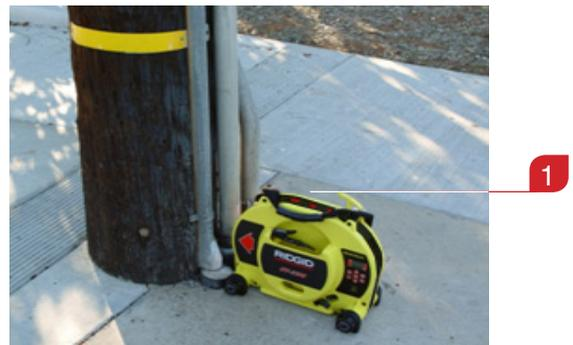

Figura 16 – Alineamiento de las marcas de orientación con el conductor objetivo
1. Coloque el ST-33Q a modo que la marca de orientación ubicada en la parte superior del ST-33Q quede alineada al conductor objetivo (Ver Elemento 1, Figura 16).